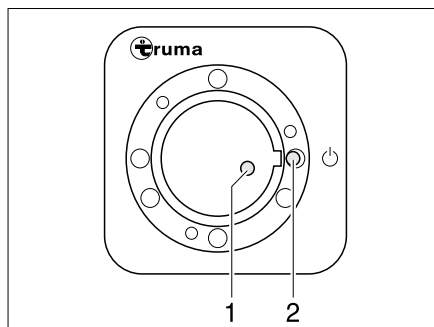
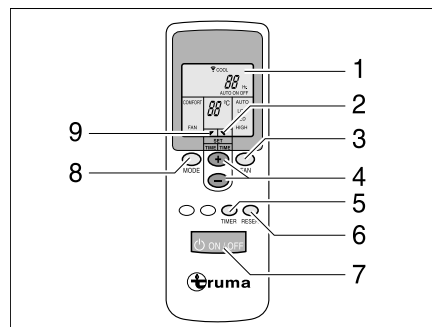

Bild 114 Empfänger
Bild 115 Fernbedienung
- Am Schalter (Bild 115,7) die Fernbedienung einschalten. Die grüne Kontrollleuchte (Bild 114,1) zeigt den Kühlbetrieb an.
- Die gewünschte Betriebsart mit der Taste (Bild 115,8) einstellen.
- Bei Bedarf mit den Tasten (Bild 115,3 und 4) die gewünschte Gebläseleistung und Raumtemperatur einstellen. Der Pfeil (Bild 115,9) zeigt den gewählten Einstellmodus an.
- ▷ Am Empfänger befindet sich ein zusätzlicher Tastschalter (Bild 114,2), mit dem die Klimaanlage auch ohne Fernbedienung aus- oder eingeschaltet werden kann. Wenn die Klimaanlage über diesen Tastschalter eingeschaltet wird, dann wird automatisch die zuletzt auf der Fernbedienung eingestellte Betriebsart gewählt.
- Zum Ausschalten die Taste (Bild 115,7) auf der Fernbedienung erneut drücken.
- Zum Programmieren die Klimaanlage mit der Taste (Bild 115,7) auf der Fernbedienung einschalten.
- Mit den Tasten (Bild 115,8, 3 und 4) die gewünschte Betriebsart und Raumtemperatur einstellen.
- Mit der Taste (Bild 115,5) die gewünschte Funktion (Bild 115,1) auswählen:
- Mit den Tasten (Bild 115,4) die gewünschte Schaltzeit wählen (1 bis 15 Stunden). Der Pfeil (Bild 115,2) blinkt und zeigt den Einstellmodus an.
- ▷ Mit der Taste (Bild 115,6) werden die Einstellungen der Fernbedienung wiederholt an den Empfänger gesendet.